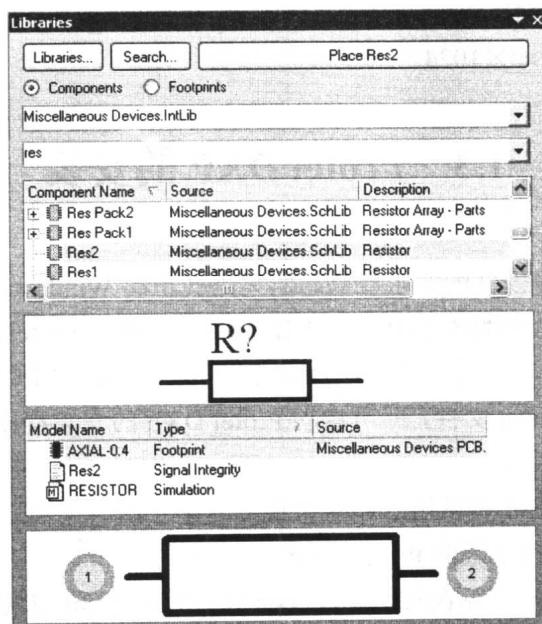

图 1-2 集成元器件库中的电阻元件
(6) Protel DXP 采用了集成元器件库来管理元器件。集成元器件库与以往版本的元器件库不同，它是把各种元器件信息集成到一个库中，在该集成库中既有元器件的原理图符号，又有元器件的 PCB 封装形式，还有元器件的仿真模型和信号完整性模型，这样更便于读者设计印制电路板。在选用元器件的原理图符号时就可以同时查询该元器件的其他各种模型。图 1-2 所示即是集成元器件库中的电阻元件。当然，Protel DXP 为了向下兼容，仍然支持以往版本的元器件原理图符号库、PCB 库、仿真模型库等。同时，在 Protel DXP 中，读者仍然可创建自己的元器件原理图符号库、PCB 库、仿真模型库等，也可以创建自己的集成元器件库。